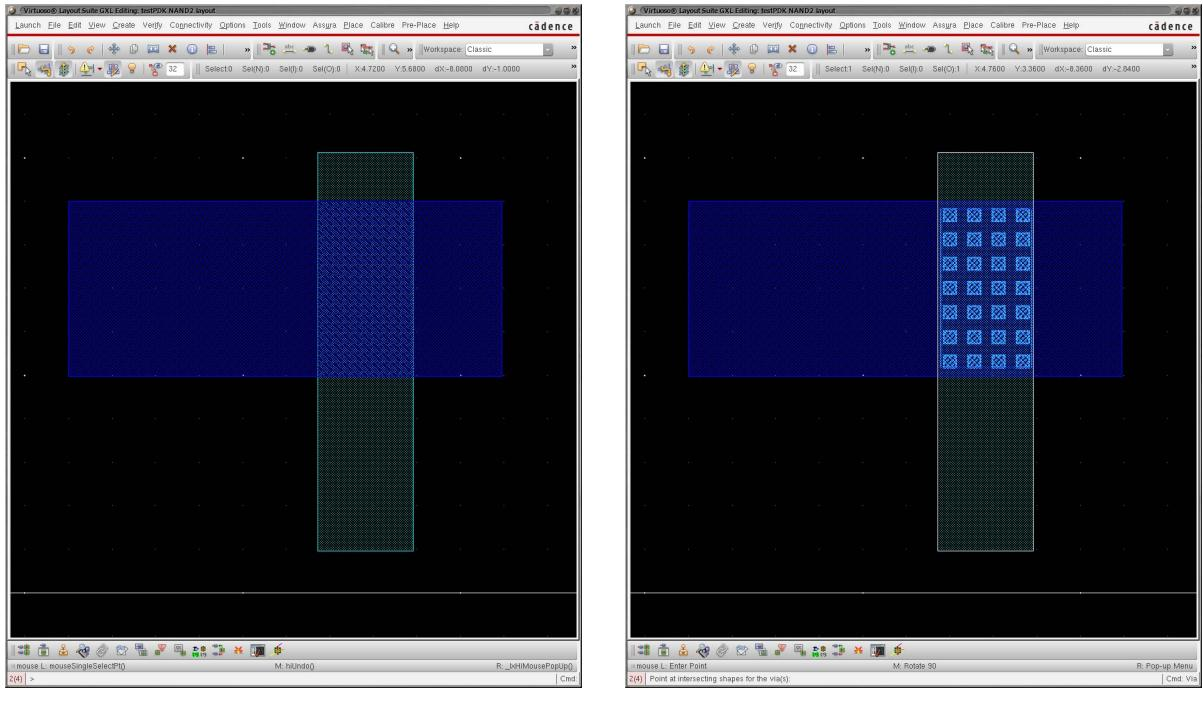

図 56: Auto Via の実行
- Mode で Auto を選択すると、メタルの重なり部分を埋め尽くすように自動的に Via を打つことができる。図 56 (a) に示すような METAL3 と METAL4 が重なった部分をクリックすると、図 56 (b) に示すように、自動的に個数が計算され、重なり部分を埋め尽くすように所定の Via が生成される。